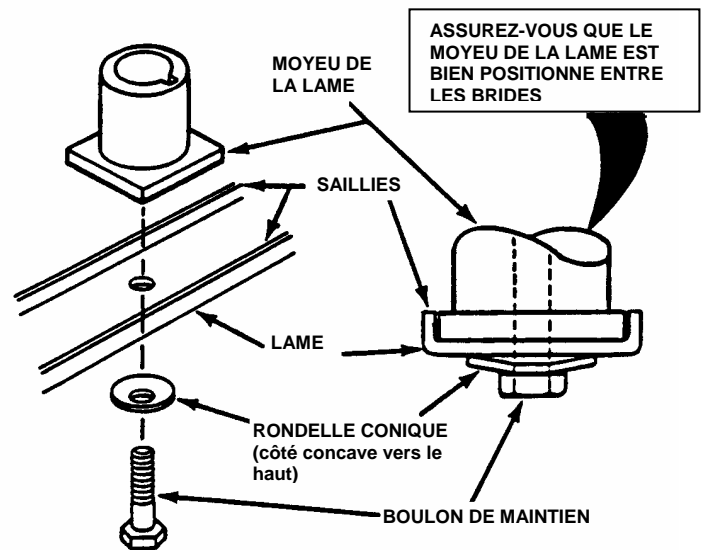

FIGURE 4.3
3. Déposez la lame. Voir figure 4.3.
6. Réinstallez la lame. Voir figure 4.3. Vérifiez le couple de serrage au niveau du boulon de maintien. Nous vous recommandons un couple de serrage compris entre 40 et 55 N•m.